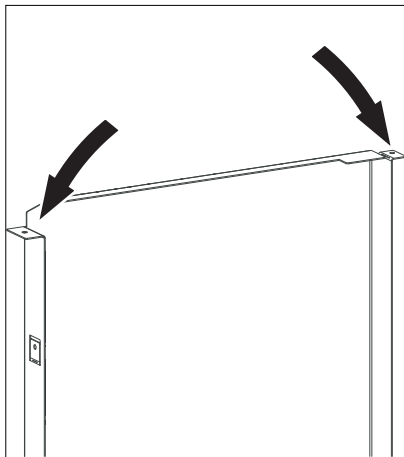

Fig. 63 Beide Lasche bei Rückwand herausbiegen
- ▶ Beide Laschen seitlich oben bei Rückwand herausbiegen – Fig. 63.